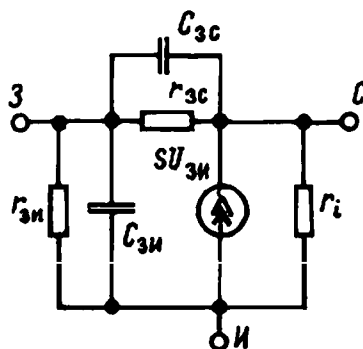

Рис. 2.54. Эквивалентная схема полевого транзистора
2. Эквивалентная схема полевого транзистора показана на рис. 2.54. Крутизна стокзатворной характеристики для  $U_{си} = \text{const} = 10$  В